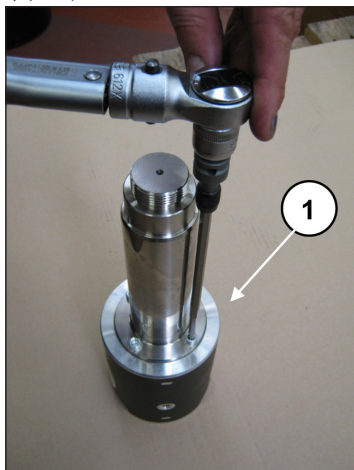

图 47
要将杆与活塞导承分开，必须拧松圆柱头螺丝M6，可使用专用扳手①，图 47）。